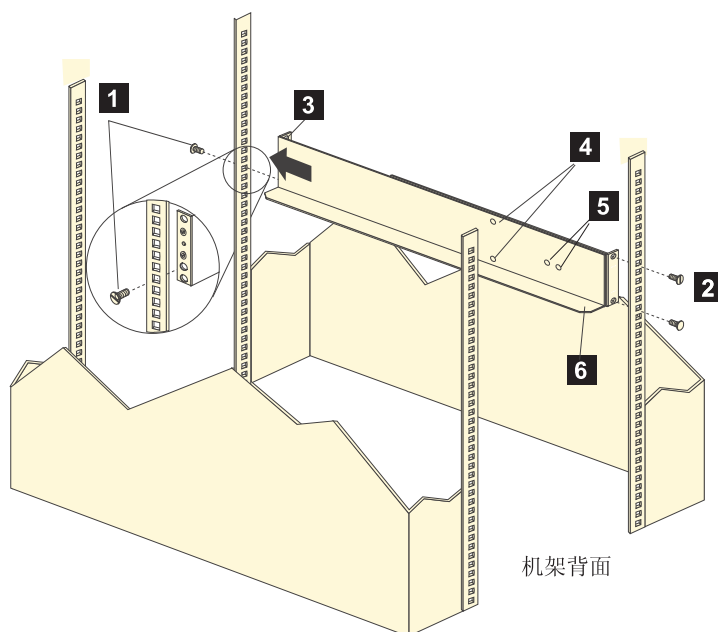

图 11. 安装支撑导轨
注： 当执行这些步骤时，请参阅第 26 页的图 11。
注： 支撑导轨没有标记为“左”或“右”。然而，每个导轨仅能被正确地安装到机架式机箱的一面。导轨安装时应使定位销置于机架背面。第 26 页的图 11 显示左支撑导轨的安装。
2. 从导轨上卸下四颗螺钉（每个导轨有两颗螺钉）。请参阅图 11 中的 **4**。如果不卸下这些螺钉，将无法牢固地装入存储扩展机柜。